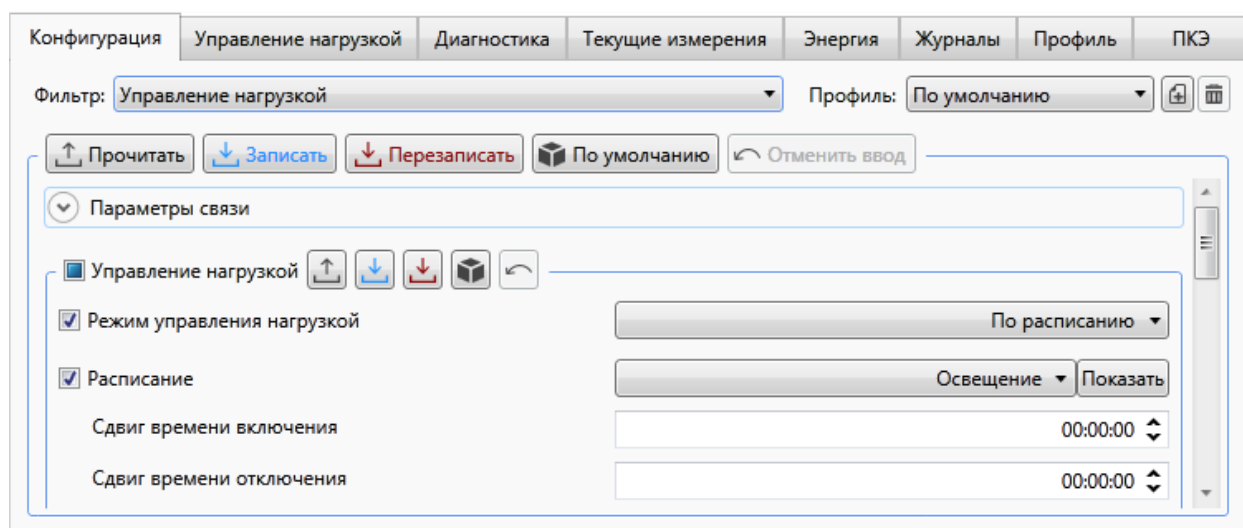

Рисунок 9.21 – Настройка управления нагрузкой в режиме *По расписанию*
9.5.15.11 В режиме управления нагрузкой *По расписанию* (рисунок 9.21) счетчик управляет нагрузкой согласно загруженному годовому расписанию (создание расписания см. в 9.5.16).